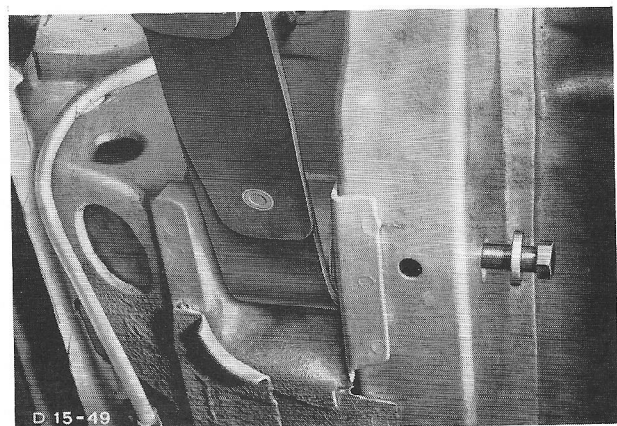

Fig.138 Voorste bevestiging achterveer.
4. Verwijder de bout uit de voorste steun voor de veer en verwijder de veer, zonodig m.b.v. een schroevendraaier, uit de steun. Verwijder de achterveer (fig.138).
5. Breng de voorzijde van de achterveer in de steun aan en breng de bout vanaf de binnenzijde aan. Monteer een zelfborgende moer maar draai deze nog niet vast (fig.138). Breng het rubber lager (C) en de bevestigingsplaat aan op de veer.